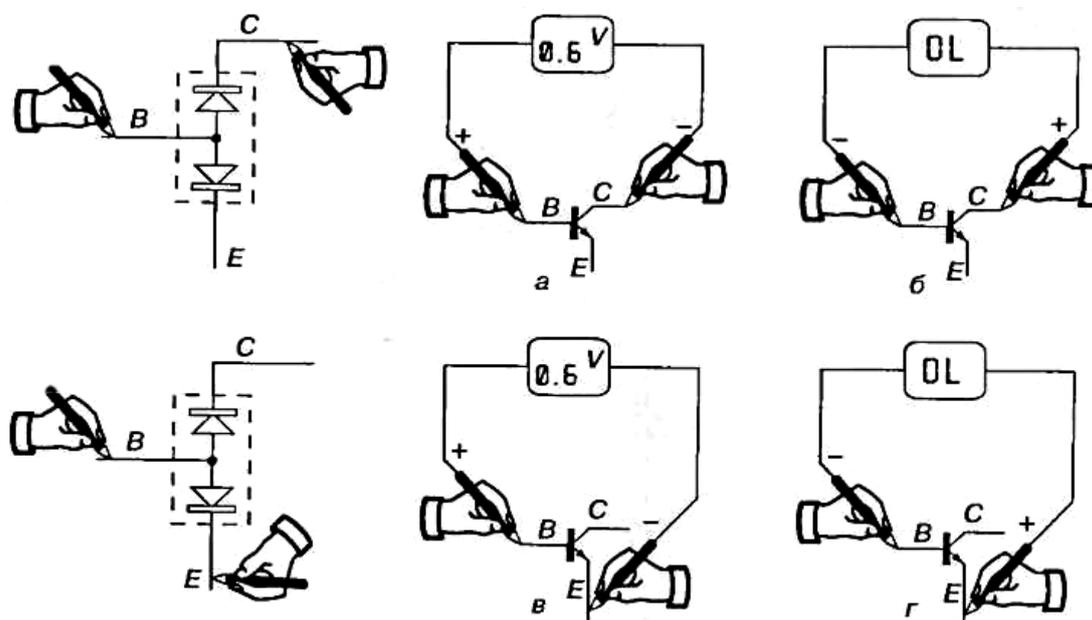

Рис. 8. Проверка переходов биполярного транзистора n-p-n типа
3. Следует проверить каждый из переходов транзистора так же, как и диода (рис. 8). Напряжения, указанные на рисунке, наблюдаются при использовании кремниевого полупроводникового транзистора. Для того чтобы облегчить понимание вышесказанного, следует вспомнить внутреннюю структуру, эквивалентную переходам транзистора n-p-n типа.
Когда красный измерительный зажим, имеющий положительное напряжение, как в рассматриваемом мультиметре, подключен к базе транзистора n-p-n типа, то при проверке переходов база-коллектор и база-эмиттер индицируется напряжение, составляющее около 0,6 В (рис. 8,а и 8,в). При подключении черного измерительного зажима к базе, как правило, переходы база-коллектор и база-эмиттер заперты. В этом случае измерительный прибор должен показывать OL (рис. 8,б и 8,г).